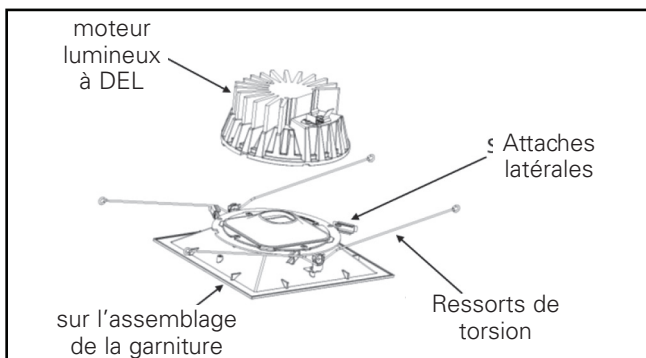

Figura 3
- Retire la unidad de la moldura del embalaje protector y gire los ganchos laterales (3) hacia afuera. (Figura 3).